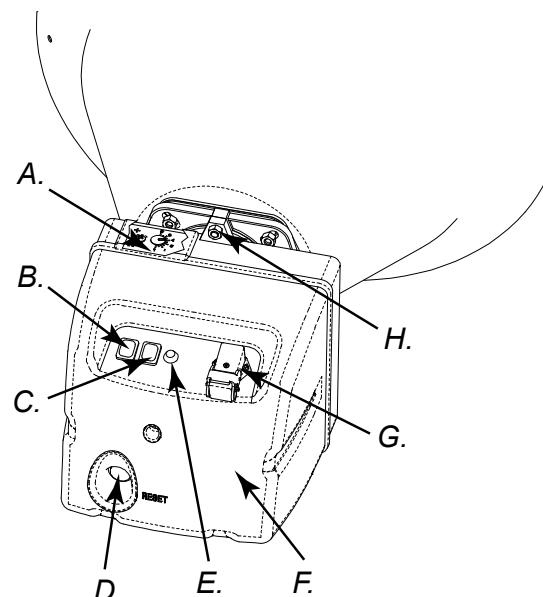
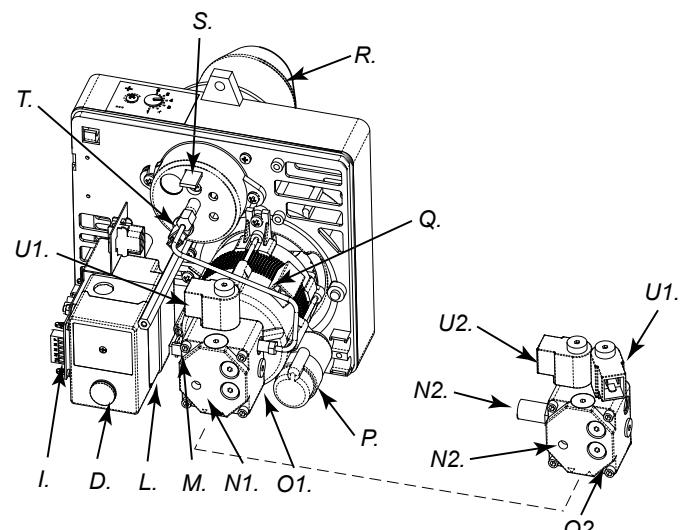

Rysunek 3
Rysunek 4
- Fjern skruen (H Fig. 5), der fastspænder brænderen til forbrændingskammeret (A Fig. 3).
- Tag brænderen ud af forbrændingskammeret (se Fig. 3).
1. Upewnić się, czy w zbiorniku (N na Rys. 4) jest paliwo.
OUWAGA: Przed przystąpieniem do podnoszenia lub przemieszczania nagrzewnicy należy sprawdzić, czy zakrętki zbiornika paliwa (F i H na Rys. 3) są mocno dokręcone.
Promiennik można z łatwością przesuwać i ustawić w pozycji podniesionej dzięki mechanizmowi śrub oczkowych (B Rys. 3 lub Rys. 7). Dzięki temu jest możliwe dopasowanie najlepszej pozycji do ocieplania, odmrażania i osuszania.
Posiadana nagrzewnica może być wyposażona w obrotowe tylne kółko (G na Rys. 3). W takim przypadku, - jeśli pozwala na to materiał, którym wyłożona jest podłoga - nagrzewnicę można przemieścić, popychając ją podobnie jak wózek. Jeśli nagrzewnica nie jest wyposażona w obrotowe tylne kółko, należy odblokować zawias (P na Rys. 4), umieszczony na jednym z bocznych wsporników nagrzewnicy. Przestawić uchwyty z położenia spoczynkowego (Rys. 8) w położenie transportowe (Rys. 9). Unieść nagrzewnicię, tak aby spoczywała jedynie na dwóch przednich kółkach i przemieścić ją w żądane miejsce.
- Wykręcić śrubę (H na Rys. 5) mocującą palnik (A na Rys. 3) w komorze spalania.
- Wyciągnąć palnik z komory spalania (Rys. 3).